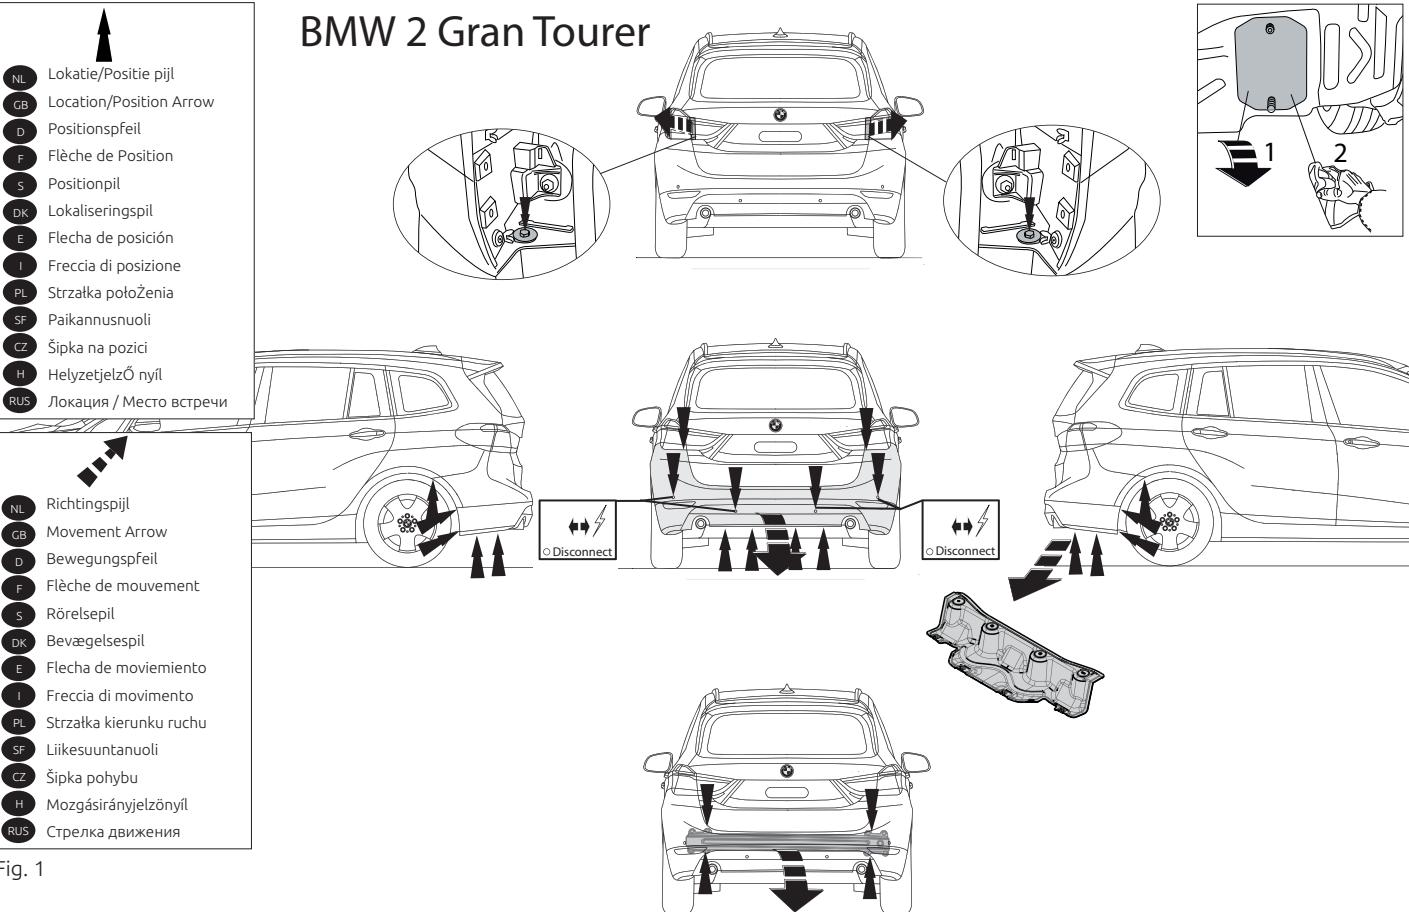

Fig. 1
1. Zdemontować z pojazdu zderzak wraz ze stalową belką zderzakową. Belka zderzakowa nie będzie ponownie używana. Patrz rysunek 1, 1a.
- Снять бампер вместе со стальным буферным бруском автомобиля. Буферный брус больше не понадобится. См. рисунок 1, 1а.